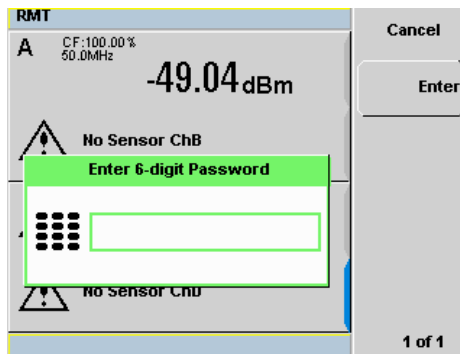
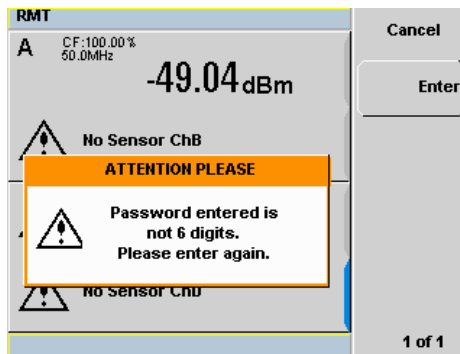

Abbildung 2-46 Popup-Fenster „Enter 6-digit Password“ (Sechsstelliges Kennwort eingeben)
Abbildung 2-48 Warnmeldung
- 3 Drücken Sie **Secure Blank** (Sicherer leerer Bildschirm). Das Popup-Fenster „Enter 6-digit Password“ (Sechsstelliges Kennwort eingeben) wird angezeigt. Sie müssen nach Aktivieren der Funktion „Secure Blank“ (Sicherer leerer Bildschirm) ein sechsstelliges Kennwort eingeben (siehe Abbildung 2-46).
- 5 Falls das eingegebene Kennwort keine sechs Stellen aufweist, wird ein Popup-Fenster mit einer Warnmeldung angezeigt (siehe Abbildung 2-48). Diese Warnmeldung wird zwei Sekunden lang angezeigt, bevor das Popup-Fenster „Enter 6-digit Password“ (Sechsstelliges Kennwort eingeben) (Abbildung 2-46) erneut angezeigt wird.